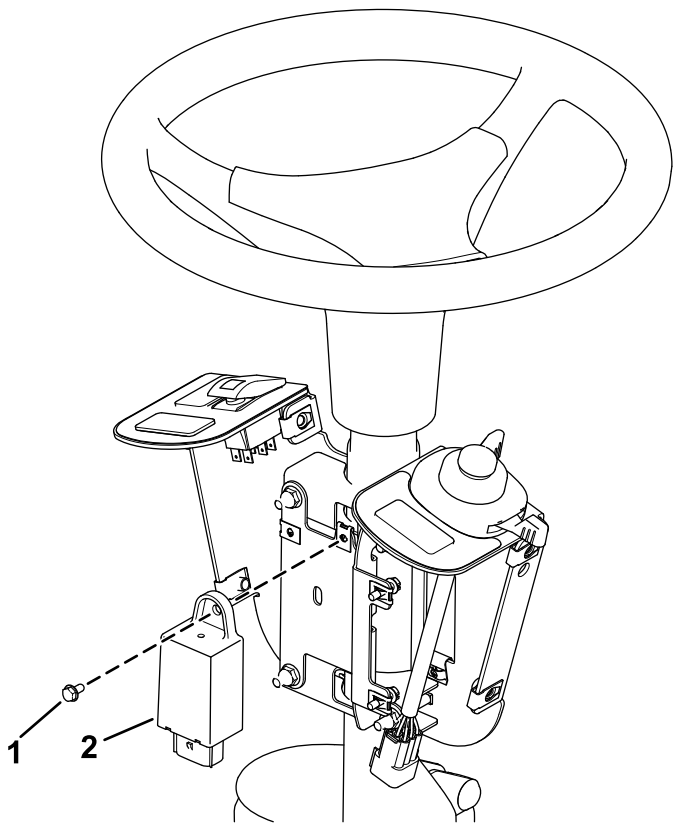

Figura 6
- Montate il lampeggiante sulla piastra di supporto fusibili con una vite (n. 10 x 3/8"), come mostrato nella Figura 6.